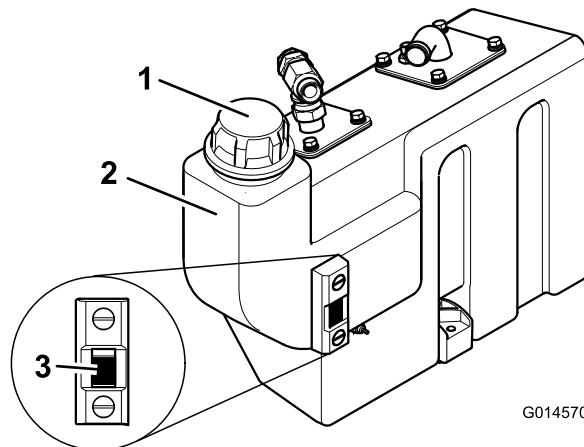

Figura 75
3. Qualora fosse necessario dell'altro fluido idraulico, pulite attorno al collo del bocchettone e del tappo del serbatoio idraulico (Figura 75) e rimuovete il tappo.